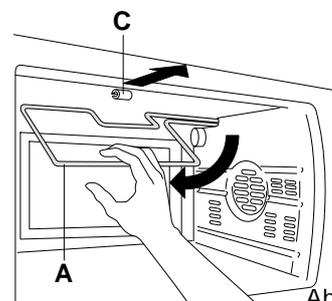

Abb. 12
Um zur Reinigung leichter an die Oberwand innen im Backofen zu gelangen, das Heizelement der Oberhitze (A) senken. Hierzu den Haken des Heizelements (C) zur Tür hin ziehen (siehe Abbildung 12 und 13).